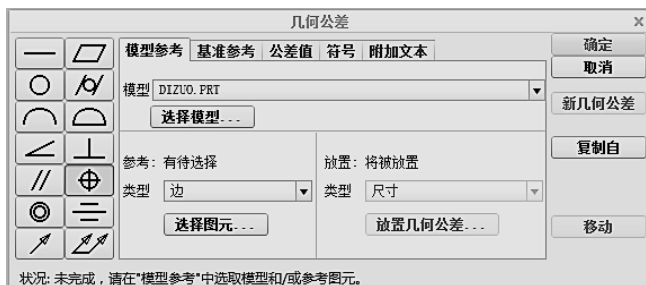

图 9-72 几何公差对话框
(1) 单击【注释】模块→【几何公差】按钮 ，弹出几何公差对话框，如图 9-72 所示。打开的“dizuo.prt”为默认模型。在对话框的左侧符号区点选垂直度符号。